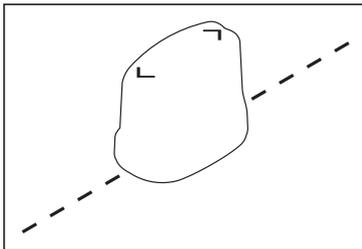

Fig. 23: Alinhamento do gerador em relação à linha durante a alimentação indireta
1. Posicione o gerador com o seu eixo longitudinal paralelamente por cima da linha a ser localizada (fig. 23).